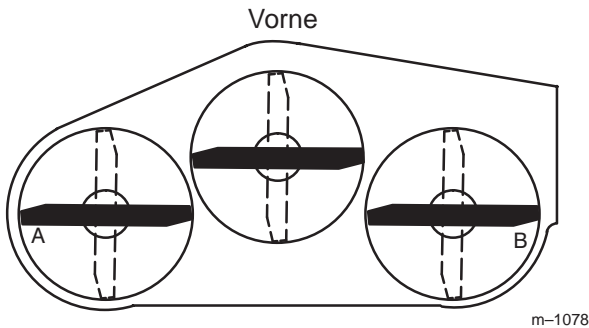
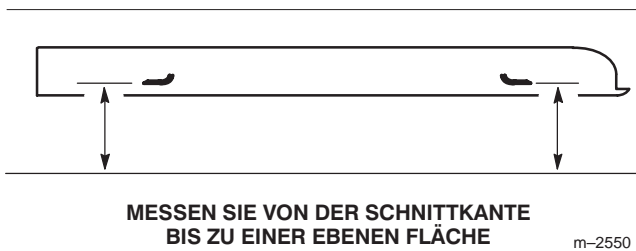

Bild 19
Bild 20
2. Stellen Sie die Messer quer (Bild 19). Messen Sie von einer ebenen Fläche bis zu den Stellen "A" und "B" (Bild 19) an den Schnittkanten der Messer (Bild 20).